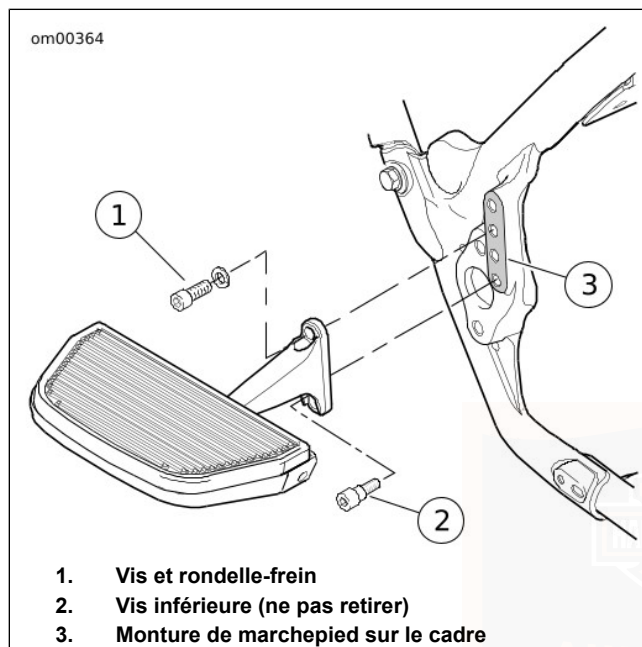

Figure 23. Marchepied du passager
1. Voir Figure 23. Retirer la vis à tête creuse avec la rondelle-frein du dessus du support de marchepied. Ne pas retirer la vis inférieure.